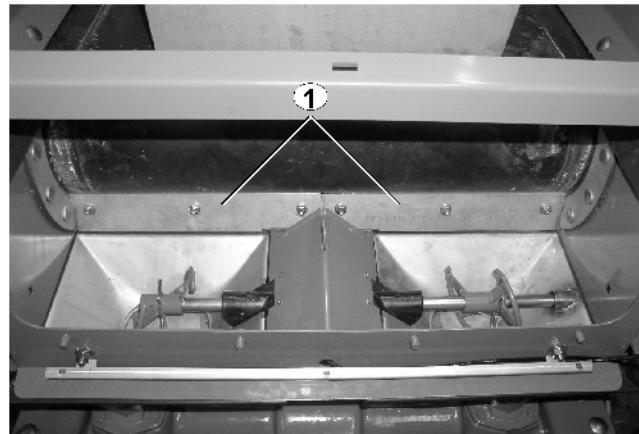
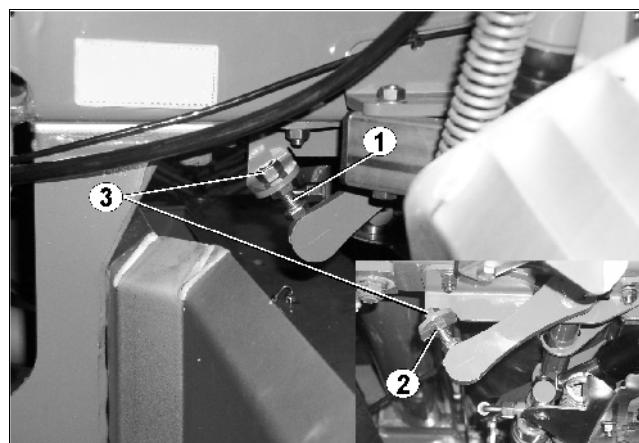

Рис. 46
Рис. 47
- Давление скребка (Рис. 46/1) на транспортер регулируется **с обеих** сторон машины посредством регулировочного болта (Рис. 47/1):
- Гайку (Рис. 47/2) регулировочного болта затяните так, чтобы металлические сегменты ровно прилегали к транспортеру.
- Плотно затяните контргайку (Рис. 47/3) при помощи соответствующего инструмента.